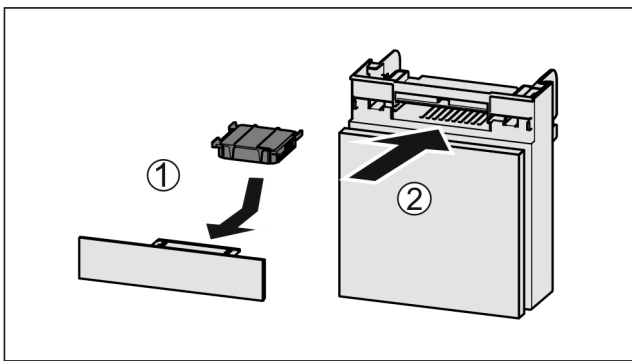

Fig. 88
- ▶ Actiefkoolfilter overeenkomstig afbeelding aanbrengen Fig. 88 (1).
- ▶ Lade erin schuiven Fig. 88 (2).